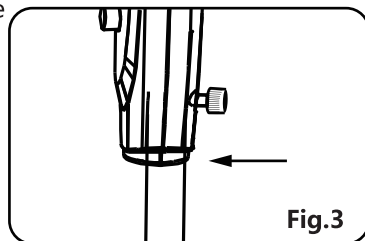

Fig.3
3. Per fissare l'unità principale al palo interno, allentare la vite a testa zigrinata nella parte inferiore dell'unità principale. Posizionare l'unità principale sul palo interno e serrare la vite a testa zigrinata. (Fig.3)